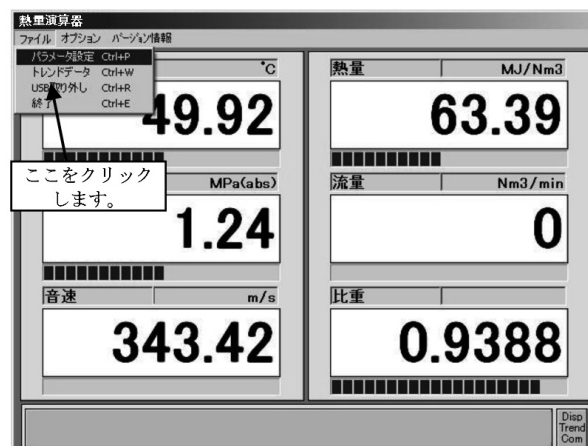

図 8.2.1 パラメータ設定画面へ移行
2. 図8.2.1のような状態になりますので、「パラメータ設定 Ctrl+P」をクリックします。